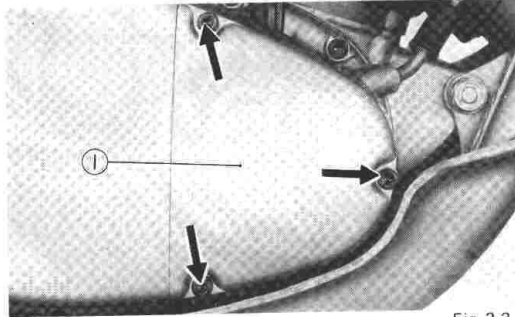

Fig. 2-3-7
- a. Remove Autolube pump cover, which is located on forward portion of the righthand crankcase cover. (Fig. 2-3-7)
- a. Enlevez le couvercle de la pompe Autolube qui est situé à la partie avant du couvercle droit de carter. (Fig. 2-3-7)
- d. Si le repère (9) et l'ergot ne sont pas en alignement, desserrez le contre-écrou de réglage de longueur du câble en haut du couvercle du carter et réglez la longueur du câble jusqu'à ce que l'alignement soit réalisé. (Fig. 2-3-7) Resserrez le contre-écrou de réglage.